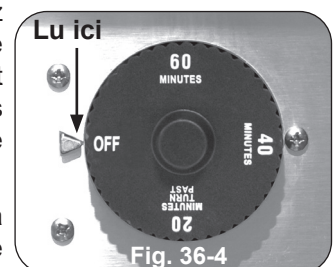

Fig. 36-4
**Important:** Lorsque vous utilisez la minuterie pour des périodes de moins de vingt minutes, vous devez d'abord tourner le cadran au-delà de vingt minutes (pour l'activer), puis retour (sens anti-horaire) à la quantité désirée de temps. Cela permettra d'assurer le bon fonctionnement de la minuterie. Voir Fig. 36-4.